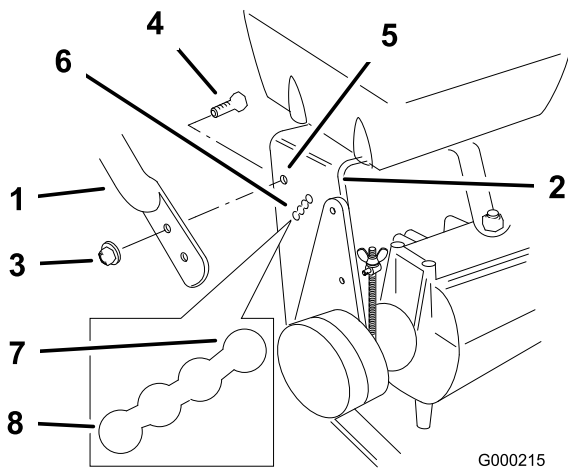

Bild 16
- Lösen Sie die oberen Bundschrauben (3/8" x 1") und die Bundmutter, mit denen der Bügel am hinteren Rahmen befestigt ist (Bild 16).